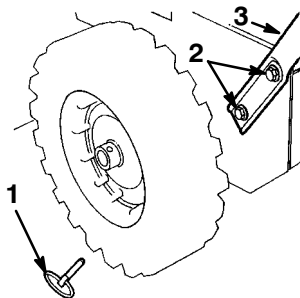

Figure 2
2. Retirez les goupilles des deux roues (Fig. 2) et faites glisser ces dernières d'environ 2,5 cm vers l'extérieur.
4. Présentez le mancheron de gauche sur le côté gauche de la machine, face aux trous de montage dans le panneau latéral, et fixez-le à l'aide de deux boulons à tête hexagonale et de rondelles bombées. Serrez à la main (Fig. 2).